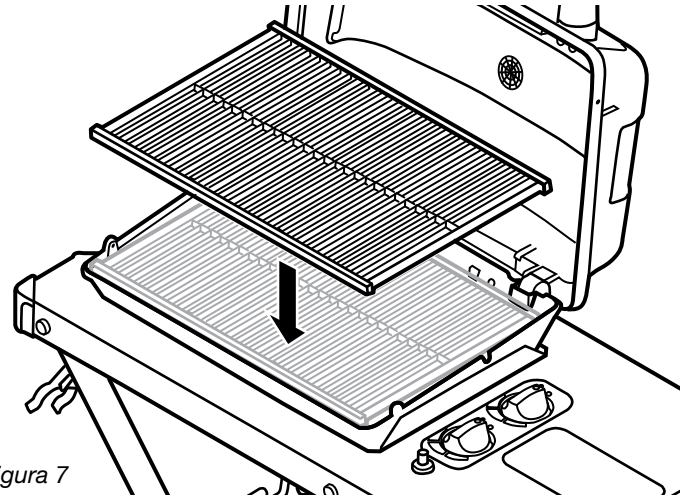

figura 7
Instalar ⑧ la Rejilla de Cocinar como se muestra en la figura 7.